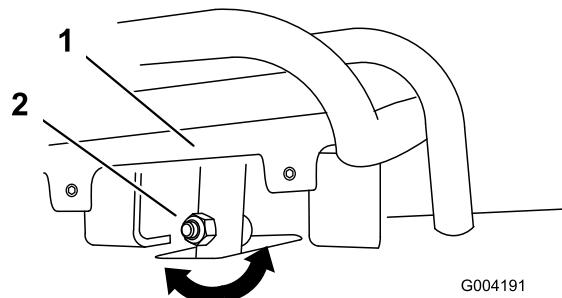
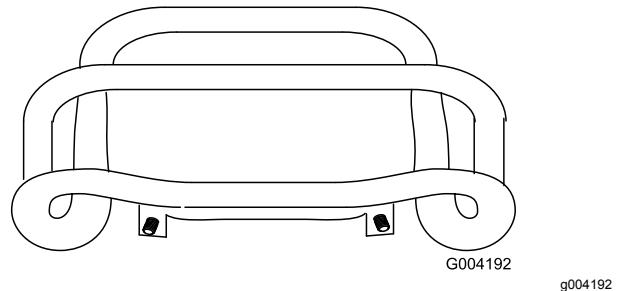

図 55
図 56
4. 全速後退位置にセットした走行コントロールバーが基準バーに対して適切に整列していない場合は、走行コントロールのステム部にあるナットとボルトをゆるめる 図 55。
5. 全速後退位置にセットした走行コントロールバーが基準バーに対して面一になるように調整する 図 55 と 図 56。
- C. 走行コントロールのシステムのフランジナットとボルトをゆるめる 図 55。
- I. 全速後退位置にセットした走行コントロールバーが基準バーに対して面一になるように調整する 図 55 と 図 56。